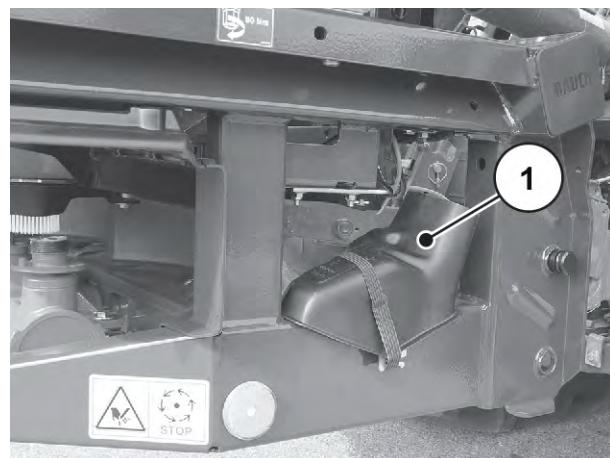

Рис. 35: Положение лотка для установки нормы внесения
- Подготовьте лоток для установки нормы внесения. См. Рис. 35 *Положение лотка для установки нормы внесения*